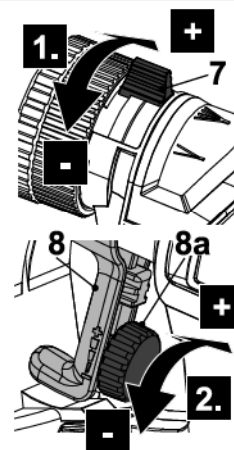

Fig. 13
- > Gire la palanca de ajuste del caudal de aire (7) en el sentido de las agujas del reloj para aumentar el volumen del caudal de aire y en el sentido contrario para disminuirlo (Fig. 13, paso 1) (visto desde la posición del usuario).
- > Gire el botón de ajuste del fluido (8a) en el sentido de las agujas del reloj para aumentar el volumen de la salida de fluido y en el sentido contrario para disminuir el volumen de la salida de fluido (Fig. 13, paso 2) (cuando se ve desde la posición del usuario). Esto tendrá el efecto de aplicar más o menos pintura.